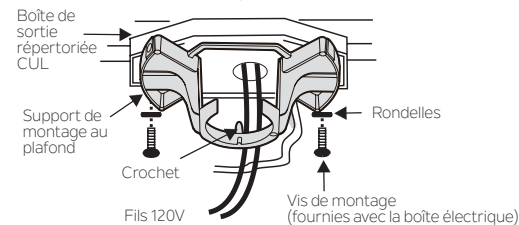

Fig. 6
Étape 3. Passez les fils d'alimentation de 120 volts de la boîte de sortie du plafond au centre du support de fixation au plafond. (Fig.6)
Étape 4. Fixez le support de fixation au plafond à la prise de courant à l'aide des vis et des rondelles inclus avec la boîte de sortie. (Fig. 6)